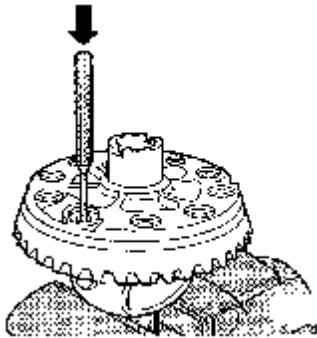

图 9-129 敲出盆形齿轮
(8) 敲出差速器保持架中的盆形齿轮时要将差速器壳卡在台钳上，如图 9-129 所示。